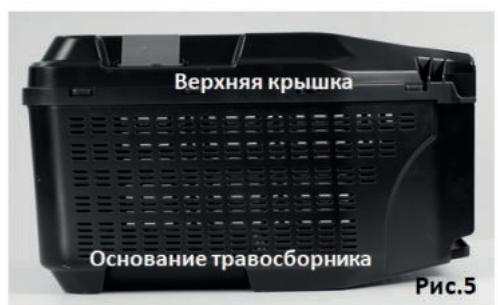

Рис.5
- Соедините верхнюю крышку с основанием травосборника, защёлкнув пластиковые фиксаторы (Рис. 5).